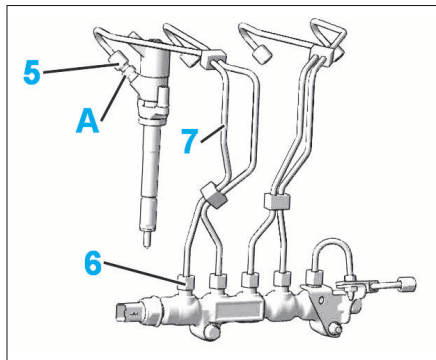

FIG. 46
- les fixations (4) du guide faisceau
- En maintenant les embouts (A) sur les injecteurs, desserrer les raccords (5) (Fig.46).